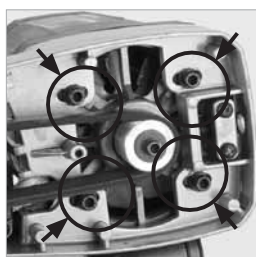

Fig. 47
- Afloje los cuatro (4) tornillos de cabeza cilíndrica con hueco hexagonal que sujetan el motor. (**Fig. 47**)